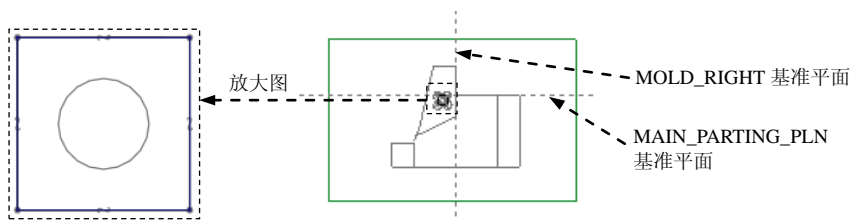
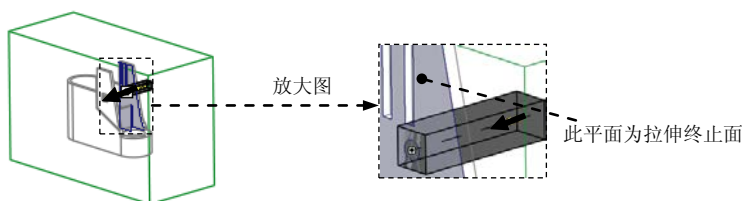

图 19.8 截面草图
图 19.9 选取拉伸终止面
(4) 进入草绘环境后, 选取 MOLD_RIGHT 基准平面和 MAIN_PARTING_PLN 基准平面为草绘参考, 利用“使用边”命令绘制图 19.8 所示的截面草图。完成特征截面的绘制后, 单击“草绘”操控板中的“确定”按钮 。
(5) 设置深度选项。
① 在操控板中选取深度类型  (到选定的)。
② 将模型调整到图 19.9 所示的视图方位, 采用“列表选取”的方法, 选择图 19.9 所示的平面为拉伸终止面。
(6) 在“拉伸”操控板中单击  按钮, 完成特征的创建。